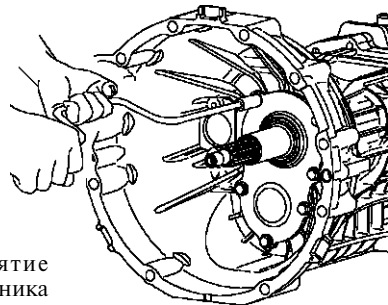

Рис. 6.7. Снятие
7. Отверните болты крепления и снимите крышку подшипника первичного вала (рис. 6.7).